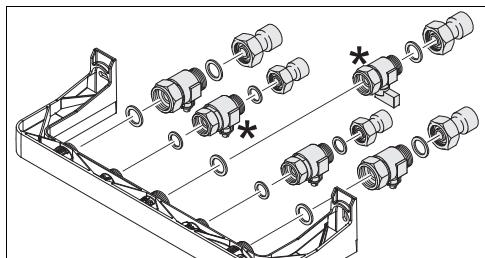

Fig. 1 Ligações a efetuar
- Efetuar todas as ligações conforme ilustrado na Fig. 1.